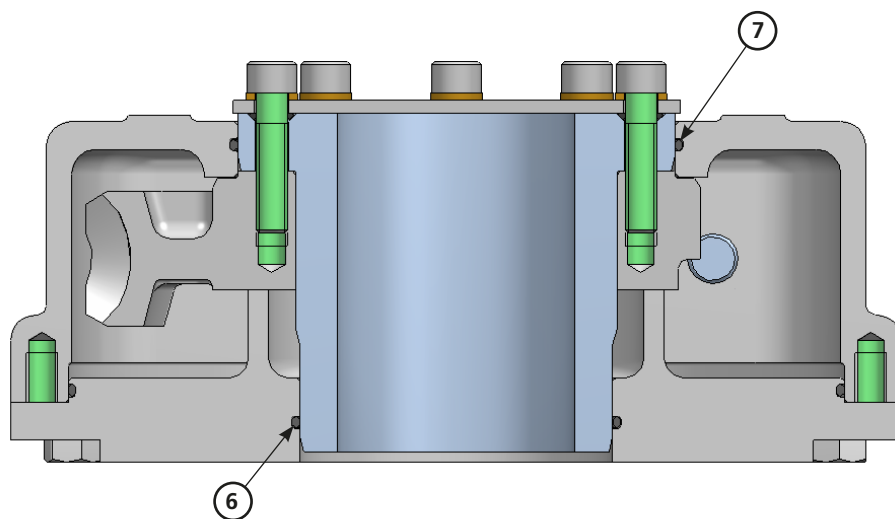

Figura 3 – Ispezione dell'O-ring
Facendo riferimento alla Figura 3, gli O-ring (6) e (7) devono essere ispezionati alla ricerca di eventuali danni, ingrassati e inseriti correttamente nella loro sede prima di reinstallare la bussola in uscita. Se l'O-ring è danneggiato, dovrebbe essere sostituito prima di installare la bussola in uscita.